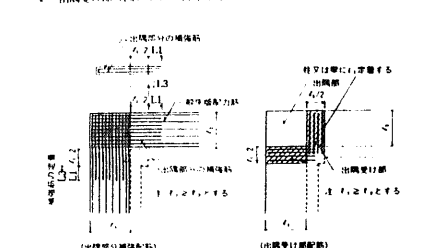

図5.7.9
① 補強の配筋は、特記による。特記なければD10-100@とする。配筋方法、図5.7.9による。
② 出筋部は、図5.7.9の配筋図による。